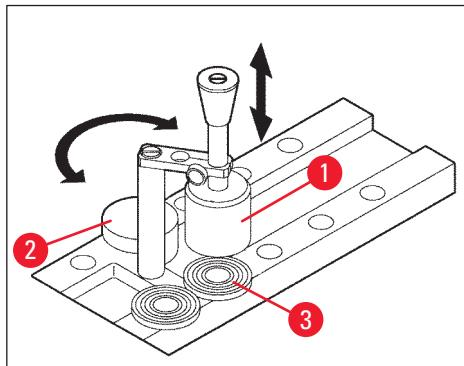

図 14
- 試料をのせた試料チャックを急速凍結ステーションの 10 個の穴の 1 つに取り付け（→「図 14」）、凍結します。